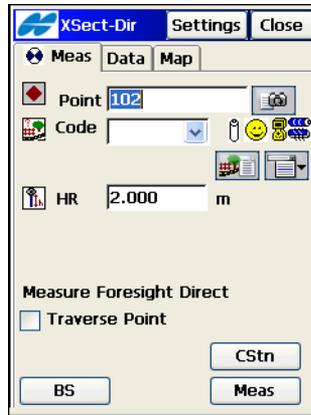

Abbildung 8-48. Q.profil L1
3. Führen Sie im Fenster *Q.profil LI* (Abbildung 8-48 auf Seite 8-47) die üblichen Beobachtungen relativ zum Querprofil durch (siehe „Messen von Punktsätzen“ auf Seite 8-37). Der einzige Unterschied besteht in der Schaltfläche **Kur Stn**, mit der Sie die Messung auslösen, ohne den Punkt (wie bei **Mess**) zu speichern (Abbildung 8-48 auf Seite 8-47).